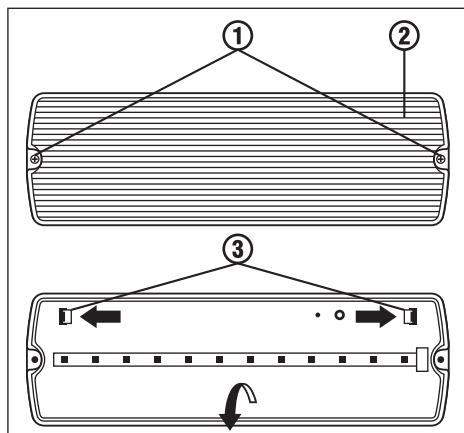
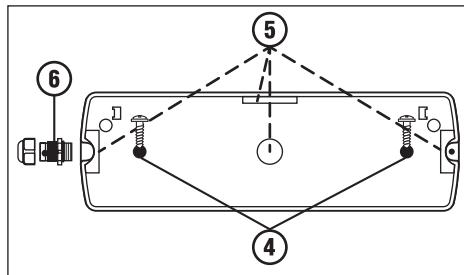
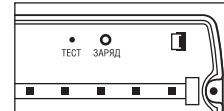

Рисунок 1.
Рисунок 2.
Рисунок 3.
- Произведите разборку светильника, открутив винты ①. Снимите рассеиватель ②, как показано на рис. 1.
- Нажмите на защелки ③ на корпусе светильника в направлениях, указанных на рис. 1. Откинте крышку.
- Наметьте место будущей установки светильника и просверлите 2 отверстия ④ на расстоянии 254 мм.
- Сделайте в основании 2 отверстия на расстоянии 254 мм в местах, обозначенных внутри корпуса светильника. Сделайте отверстие диаметром 16 мм ⑤ в корпусе светильника – под кабельный ввод PG11 ⑥ (входит в комплект), рис. 2.
- Проведите сборку светильника – защелкните крышки, установите рассеиватель, закрутите винты (рис. 1, 2). При подаче напряжения на светильник загорится зеленый индикатор наличия сети «Заряд» (рис. 3). Время полной зарядки аккумулятора составляет 24 часа. Проверьте работоспособность светильника в аварийном режиме, он должен быть подключен в сеть электропитания на время не менее 3 минут. Зажмите кнопку «Тест», светильник переключится в режим работы от аккумулятора и продолжит работать, при этом индикатор наличия сети «Заряд» погаснет. Если при нажатии на кнопку «Тест» светильник гаснет, это может свидетельствовать о его неисправности или о низком уровне заряда аккумулятора. Необходимо зарядить аккумуляторную батарею в течение 24 часов, затем снова повторить процедуру тестирования. Эксплуатировать неисправный светильник не рекомендуется.